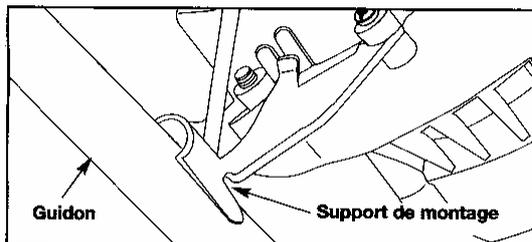

Fig. 5
3. En procédant un par un, tenez d'un doigt chaque écrou hex dans le renforcement de la bride inférieure et posez une vis à travers la bride. Commencez à visser à l'aide d'un grand tournevis à embout cruciforme. Faites la même chose pour les trois (3) autres écrous et vis. Ne serrez pas avant de régler le guidon.
4. Placez les deux (2) brides du guidon de chaque côté, près du sommet du guidon. Pivotez le guidon vers le haut jusqu'à ce qu'il repose sur la partie extérieure des deux supports de montage sur le moteur (Fig. 5).